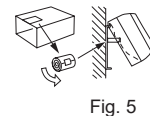

Fig. 5
- 6) Führen Sie den Ablaufschlauch durch die Wanddurchbruchhülse (C) und haken Sie den oberen Teil des Innengerätes an der Montagetraverse (1) ein. Bewegen Sie das Innengerät dann vollständig nach links, damit Sie die Verrohrung einfacher an der Rückseite des Geräts anbringen können.
- 7) Schneiden Sie ein Stück Karton aus der Versandverpackung, rollen Sie dieses und haken Sie es an der Rückseite fest. Verwenden Sie die Kartonrolle als Abstandshalter beim Heben des Innengeräts. (Fig. 5)
- 8) Verbinden Sie die Kältemittelleitung mit dem Verlängerungsrohr (B).
- 9) Schieben Sie den unteren Teil des Innengerätes in die Montagetraverse (1).